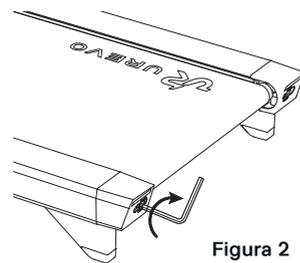

Figura 2
- Si la cinta de caminar está desviada hacia la derecha, por favor con la llave hexagonal gire 1/4 de vuelta en sentido horario el tornillo del rodillo tensor derecho (por favor consulte la figura 2).